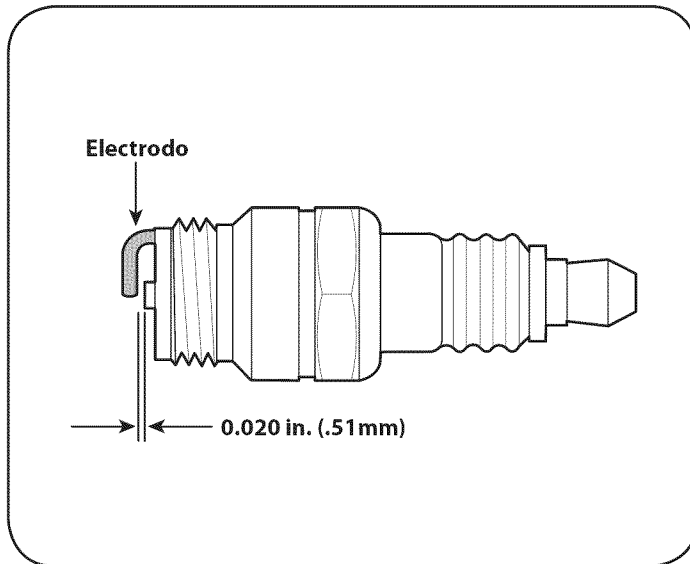

Figura 20
3. Compruebe el entrehierro con un calibre de alambre. La separación correcta es 0,020 in. (0,51 mm). Vea la Figura 20. Si es necesario, reajuste el entrehierro.